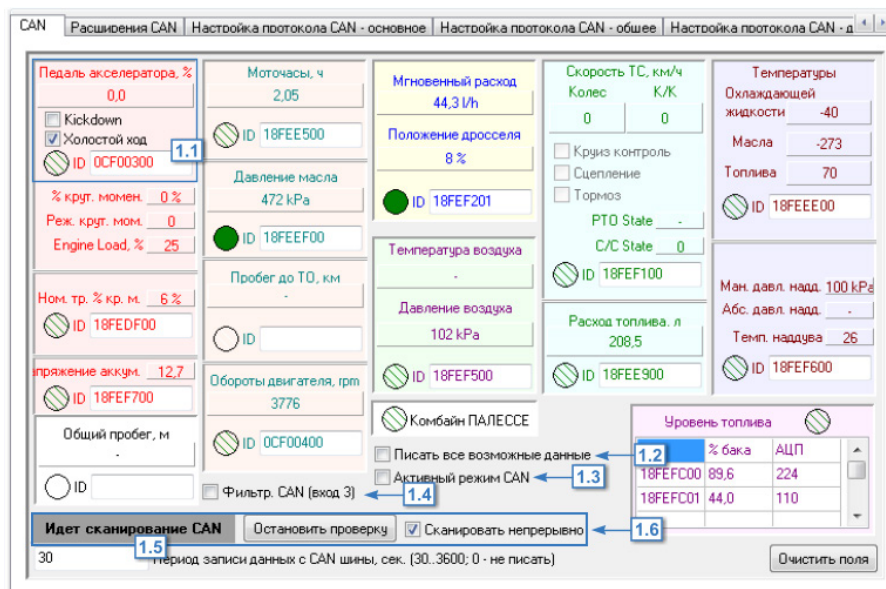

Рис.56. Вкладка «CAN».
На вкладке «CAN» пользователь может настроить работу прибора с шиной CAN в протоколе SAE J1939 (Рис.56).
- в поле «ID» (Рис.56, п. 1.1) задать идентификатор записи. Если идентификатор записи CAN не задан, то прибор не будет записывать эту запись.
- для того чтобы в память прибора записывались все данные, полученные с шины CAN транспортного средства, включить опцию «Писать все возможные данные» (Рис.56, п. 1.2).
- при необходимости включить опцию «Активный режим CAN» (Рис.56, п. 1.3). В активном режиме прибор постоянно запрашивает данные из шины.